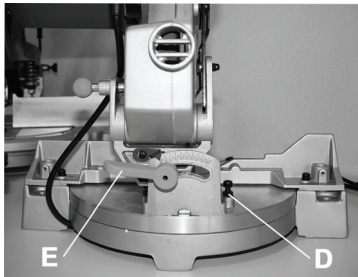

Fig. 4
Pour des coupes en biais jusqu'à 45°, desserrer la manette à l'arrière de la machine (E) (Fig. 4)